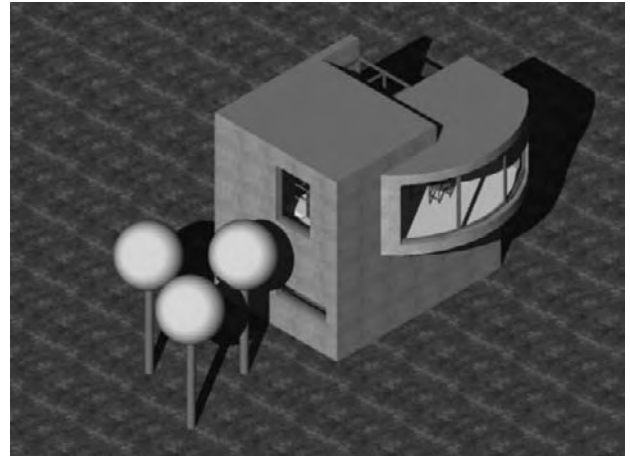

Fig.10.23
- Effectuez un rendu pour visualiser le résultat (fig.10.23).